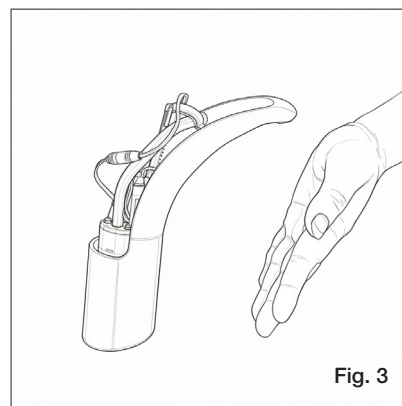

Fig. 3
4. Aproximar a mão da zona de deteção para verificar a distância a que o sensor é ativado (fig. 3).